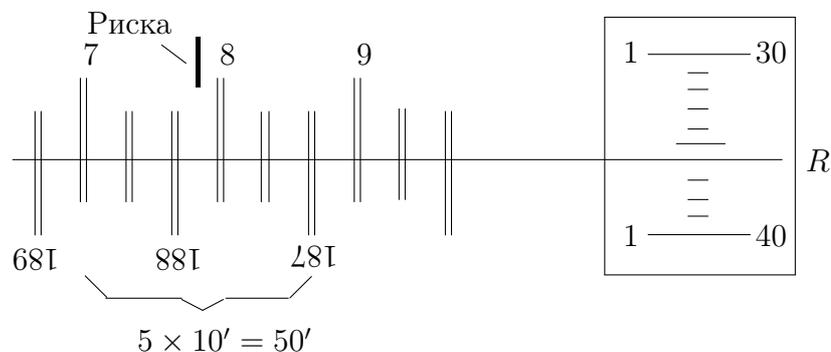

Рис. 3. Поле зрения отсчётного микроскопа ($7^{\circ}51'36''$)
Оптическая система отсчётного устройства собрана так, что через окуляр можно наблюдать изображения штрихов двух диаметрально противоположных участков лимба, причём одно изображение прямое, а другое обратное (рис. 3). Кроме того, оптическая система позволяет перемещать эти изображения друг относительно друга, оставляя в покое как лимб, так и алидаду со зрительной трубой. Это перемещение штрихов измеряется при помощи оптического микрометра. Шкала микрометра рассчитана таким образом, что при перемещении её на 600 делений верхнее изображение штрихов лимба смещается относительно нижнего на $10'$. Следовательно, цена деления шкалы микрометра $1''$.
Поле зрения отсчётного микроскопа приведено на рис. 3. В левом окне наблюдаются изображения диаметрально противоположных участков лимба и вертикальный штрих для отсчёта градусов, в правом — деления шкалы оптического микрометра и горизонтальная риска R для отсчёта минут и секунд.
16. Глядя в окуляр 15 и вращая оправу окуляра, настройтесь на резкое изображение лимба (круговой шкалы) и вертикальной шкалы, расположенной справа от лимба (рис. 3).
Вращением маховичка оптического микрометра 18 (**без усилий!**) совместите ближайший к отсчётной риску ЛЕВЫЙ двойной оцифрованный штрих с ближайшим двойным штрихом нижней шкалы (если совместить штрихи без усилия не удаётся, вращайте маховичок 18 в другую сторону и совмещайте соседний нижний штрих); снимите отсчёт угла в градусах (на рис. 3 — 7°).
Для определения десятков минут просчитайте число интервалов между двойными штрихами от выбранного верхнего до нижнего, число возле которого отличается на 180° от выбранного верхнего (на рис. 3 от 7 до 187 между двойными штрихами 5 интервалов, каждый по $10'$, т. е. $50'$).
Число минут — это левая цифра вертикальной шкалы над отсчётной горизонтальной риской R (на рис. 3 — $1'$). Число секунд — это отсчёт по правой части вертикальной шкалы (на рис. 3 положение горизонтальной риски R даёт $36''$).
Положение, показанное на рис. 3, соответствует отсчёту $7^{\circ}51'36''$. Отсчётное устройство гониометра обеспечивает точность измерения угла не хуже $5''$ (по паспорту ГС-5).